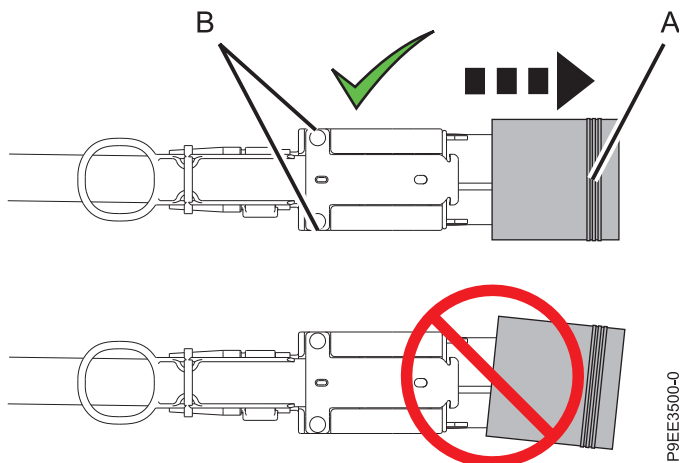

図 18. 拡張ドロワー・ケーブルのコンネクターからの保護カバーの取り外し
- b. 拡張ドロワー・ケーブルのコネクターから保護カバーを取り外します。ケーブル・ハウジング **(B)** の短辺を、一方の手の人差し指と親指で保持します。次に、カバーの長辺 **(A)** をもう一方の手の人差し指と親指でつかみ、保護カバーを取り外します。26 ページの図 18 を参照してください。